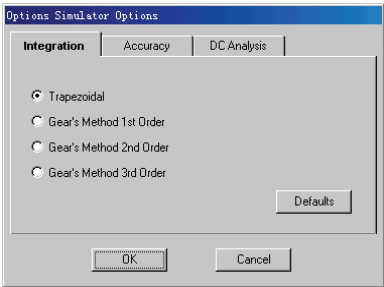

图 7-42 “Options Simulator Options”对话框
2) “Simulator”选项：在仿真器中执行该命令，将弹出如图 7-42 所示的“Options Simulator Options”对话框。